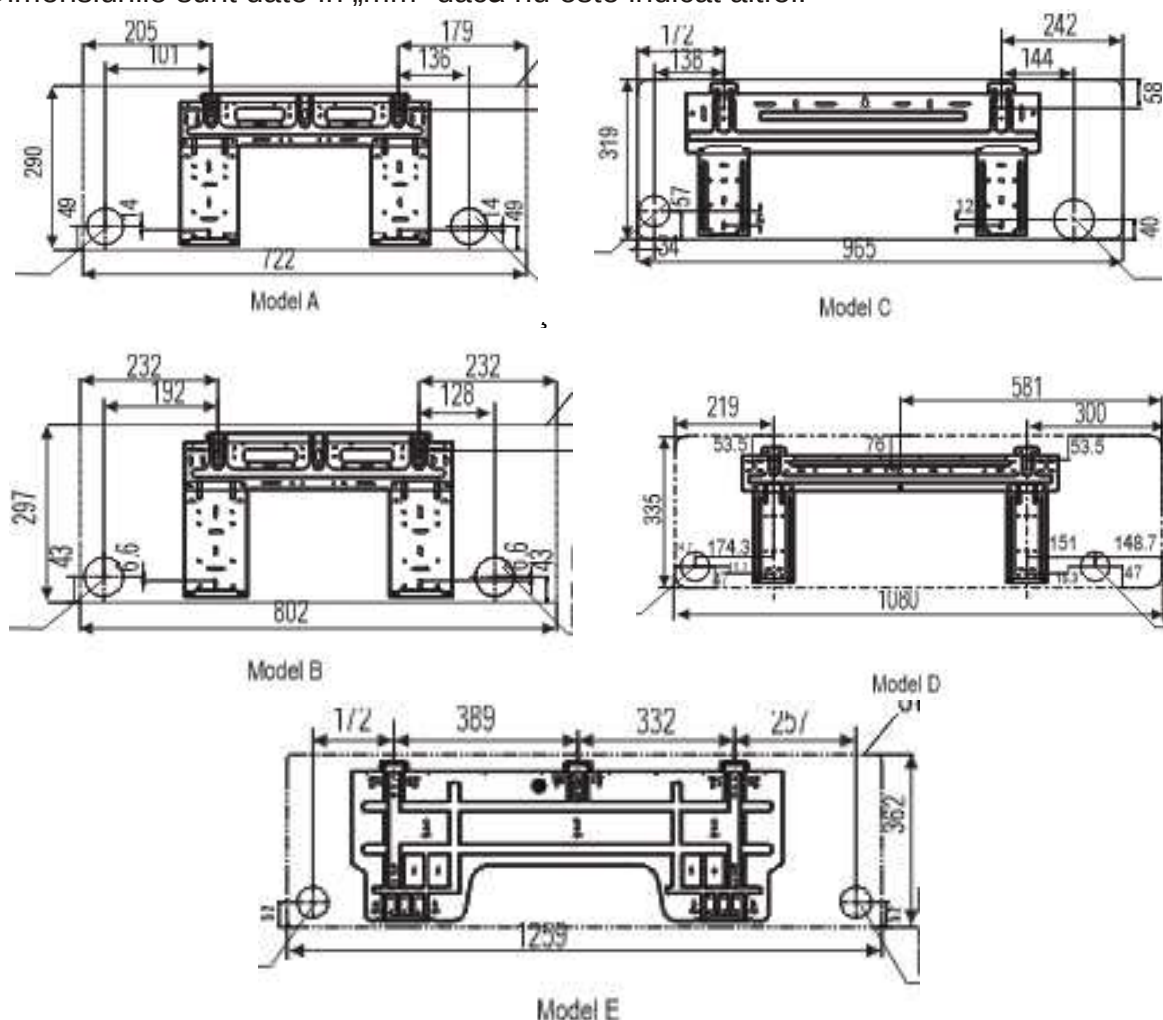

Figura 5: Poziționarea recomandată pentru găurile aferente conductelor de gaz și cablurilor electrice KAS26SDCINVA, KAS35SDCINVA, KAS53SDCINVA
- Stabiliți poziția găurilor conform diagramei detaliate în figura 5. Faceți o (1) gaură (65mm) înclinată ușor spre partea exterioară.